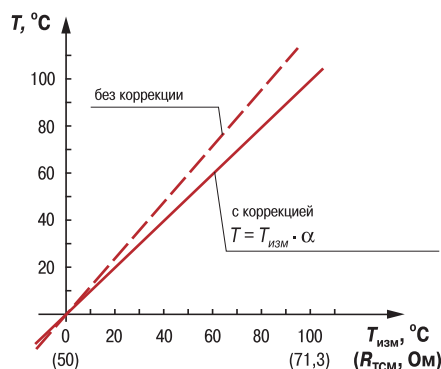

Рис. 11
3.2.5.3. Для компенсации погрешностей датчиков при отклонении значения W_{100} от номинального каждое измеренное значение параметра $T_{изм}$ умножается на заданный пользователем поправочный коэффициент α («наклон характеристики»). Коэффициент задается в пределах от 0,8 до 2,0. На рис. 11 приведен пример изменения наклона характеристики для датчика ТСМ50М $W_{100} = 1,426$.